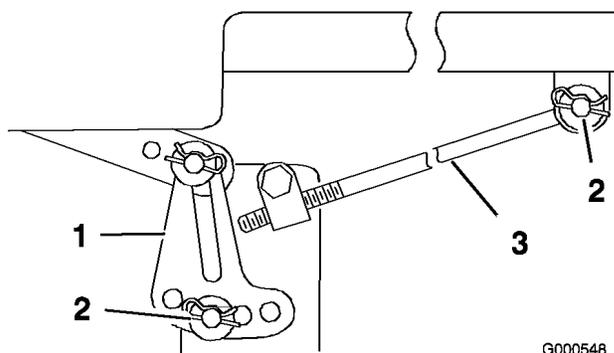

Figura 48
Nota: Prima di togliere il tosaerba prendete nota dei fori utilizzati nelle staffe di livellamento (Figura 48).
5. Togliete la coppiglia a forcina e la rondella dall'asta di regolazione (Figura 48) da ciascun lato del tosaincisa.
6. Togliete la coppiglia a forcina e la rondella dalle staffe di livellamento del tosaincisa (Figura 48) da ciascun lato del tosaincisa. Prendete nota del foro in cui è montata la staffa di livellamento, per il futuro montaggio. Estraiete le staffe dal perno di montaggio.
5. Attaccate l'asta di regolazione alla macchina, utilizzando la rondella e la coppiglia a forcina (Figura 48), su ciascun lato del tosaerba.
6. Fate scorrere le staffe di livellamento sui perni di montaggio, e fissatele con le rondelle e le coppiglie a forcina (Figura 48).